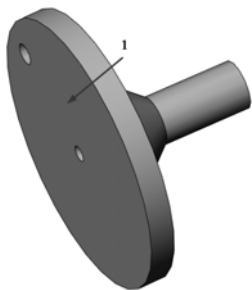

图 7-9 打开的文件实体
(1) 设置基准面。用鼠标选择图 7-9 中的表面 1，然后单击“标准视图”工具栏中的  (正视于) 按钮，将该表面作为绘制图形的基准面。